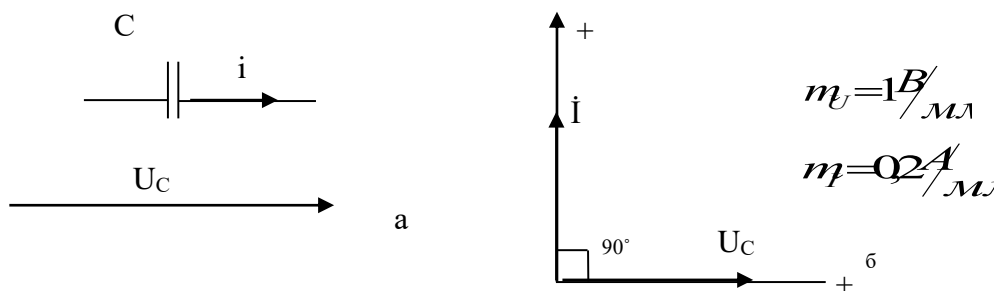

Рисунок 6 – Условное графическое изображение емкостного элемента (а) и векторная диаграмма тока и напряжения (б) ёмкостного элемента и конденсатора
На емкостном элементе ток (I) всегда опережает по фазе напряжение (U_c) на 90° (рисунок 6,б).
Конденсатор не потребляет от сети активной мощности, в нём не происходит необратимого преобразования электрической энергии в другие её виды, а лишь осуществляется обратимое преобразование электрической энергии в энергию электрического поля. Поэтому конденсатор замещается только ёмкостным элементом. Векторная диаграмма тока и напряжения на конденсаторе аналогична векторной диаграмме ёмкостного элемента (рисунок 6,б).